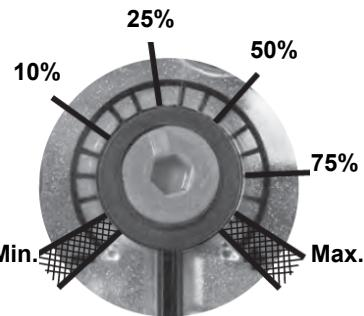
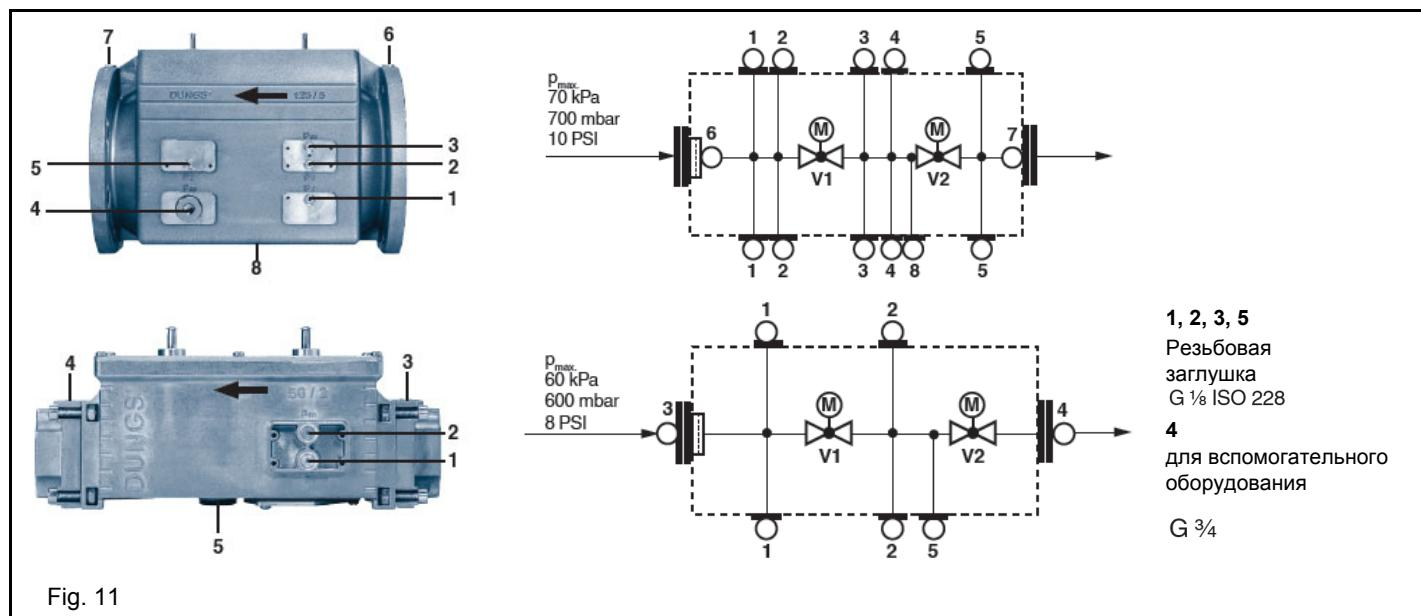

Fig. 10
Fig. 11
**ВНИМАНИЕ:** установка выходного давления регулятора VD-R осуществляется воздействием на регулировочную кольцевую гайку (рис. 10). Положение индикатора на циферблате показывает значение давления на выходе, рассчитанное в процентах от полной шкалы PS датчика (рис. 11).